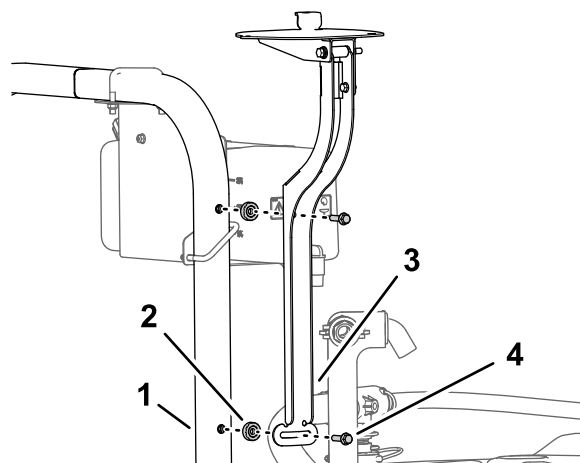

図 153
- 受信機マウントとスペーサ $\frac{3}{8}$ " x $7/16$ " を ROPS に取り付けるフランジヘッドボルト $\frac{3}{8}$ " x $1\frac{1}{2}$ " で 図 153 のように取り付ける。